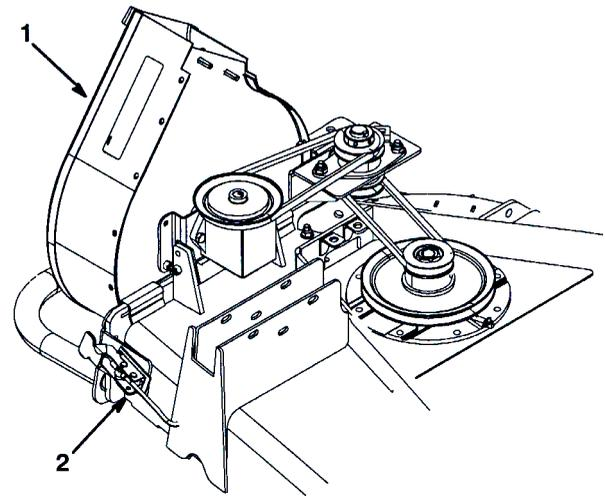

図15
22. 新しく取り付けしたスピンドル・プーリの小さいほうのプーリに、小さいほうのV-ベルトを掛ける (図15)。
24. カッティングユニットにフロア・アセンブリを取り付ける；この時、調整式クランプのロッドをキャスト・ブラケットの前の穴とタイ・ダウン・ブラケットに通す。調整式クランプを固定する (図15)。
25. 下側ジャック・シャフト・プーリに駆動ベルトを取り付ける (図15)。
- ジャック・シャフト・アセンブリを調整ブラケットに固定しているボルトとナットをゆるめる (図15)。